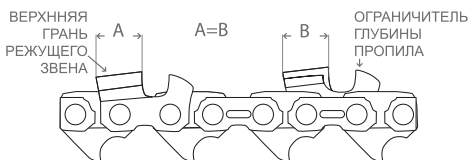

Рис. 3 Основные элементы режущего звена
6. Определите состояние режущих звеньев и длину верхней грани зуба, которая должна остаться после заточки. Для этого найдите максимально изношенное (деформированное) режущее звено и определите длину его верхней грани (Рис. 3).